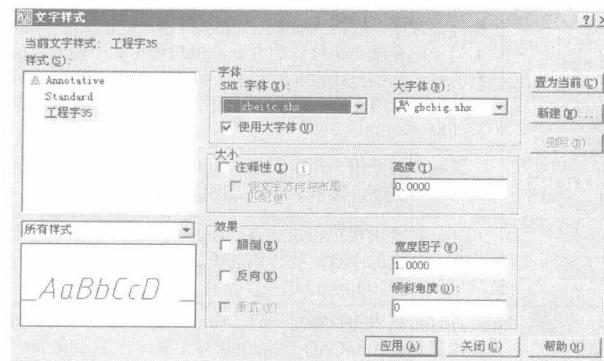

图 1-19 定义文字样式
② 单击“新建文字样式”对话框中的“确定”按钮，AutoCAD 返回到“文字样式”对话框，通过此对话框进行对应的设置，如图 1-19 所示。
③ 在“文字样式”对话框的“样式”下拉列表框中给出了所定义文字样式的标注效果预览。由于在字体形文件中已经考虑了字的宽高比例，因此在宽度比例文本框中输入 1 即可。单击对话框中的“应用”按钮，完成新文字样式的定义，并将文字样式“工程字 35”设为当前样式，单击“关闭”按钮，AutoCAD 关闭对话框，即完成设置。